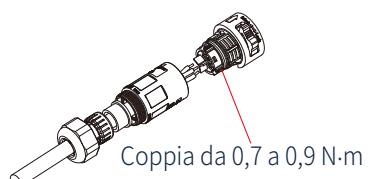

Fig. 22
- Inserire il cavo CA attraverso il coprimorsetti e avvitare saldamente i tre fili sui connettori (Fig 22)